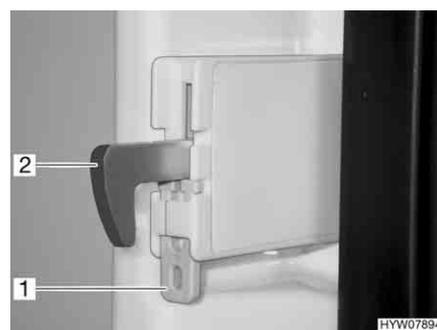

Fig. 143 Fissaggio del gancio di bloccaggio
- Spingere il dispositivo di fissaggio (Fig. 143,1) verso l'alto. Spingere il gancio di bloccaggio (Fig. 143,2) verso l'alto, disinserendolo.
- Spingere il gancio di bloccaggio (Fig. 143,2) verso il basso. Il gancio di bloccaggio è di nuovo inserito.